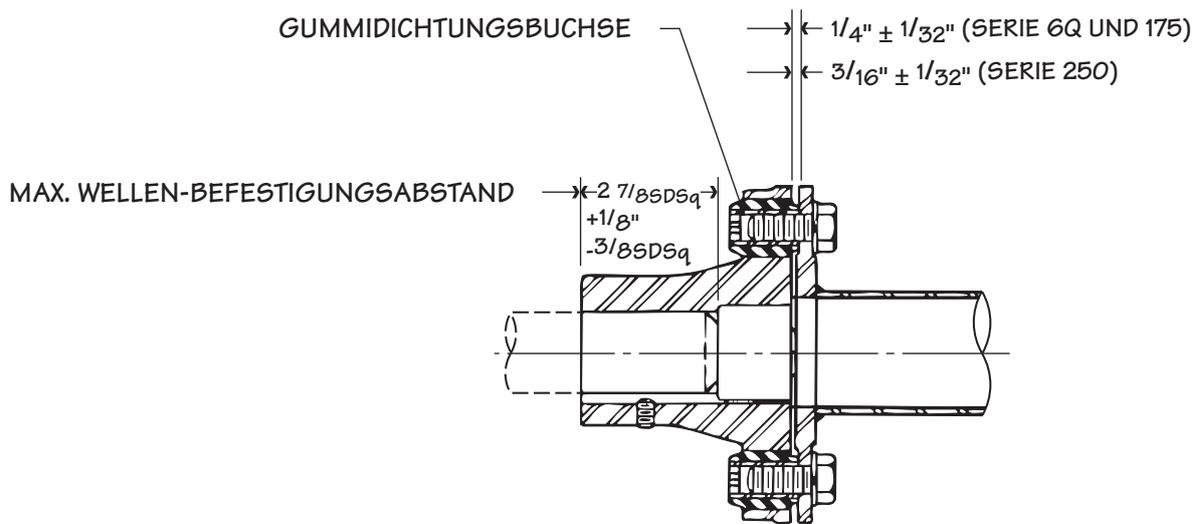

Bild 4 Serie 250
Beachten Sie die Montagepositions-Nummern auf den Antriebswellenflanschen und entfernen Sie die Bügel. Bestreichen Sie die Motorwelle und die Geareducer-Welle mit "Thred-Gard" (Crane Packing Co.) oder einem ähnlichen Schmiermittel. Positionieren Sie den Schlüssel teilweise in den Motor- und Geareducer-Wellen und installieren Sie dann die Bügel, wie in Bild 4 gezeigt. Verwenden Sie zur Vermeidung von Schäden einen Gummihammer oder einen Holzblock, wenn Sie auf die Bügel schlagen. Ziehen Sie jede Bügel-Stellschraube gegen den Schlüssel an.
Passen Sie die Passnummern auf den Rohr- und Bügelflansch-Baugruppen an den Geareducer-Bügel an, während Sie das Motorende der Rohr- und Flanschbaugruppe halten. Ziehen Sie sie progressiv mit einem Drehmoment von 82 Nm an. Schieben Sie den Motor bis der Motor-Bügel an der Rohr- und Flanschbaugruppe, ohne an den Buchsen zu drücken und zu ziehen, verschraubt werden kann. Bringen Sie die Montagepositionsnummern in Linie und verschrauben Sie den Motor-Bügel an der Rohr- und Flanschbaugruppe. Ziehen Sie sie progressiv mit einem Drehmoment von 82 Nm an. Der Abstand zwischen Rohr- und Bügelflansch sollte so ein, wie in Bild 4 gezeigt.
5. Überprüfen Sie die Ausrichtung an jedem Ende der Antriebswelle. Durch Drehen der Welle um 360° erkennen Sie an den Ablesewerten der Messuhr die Gesamtveränderung. Der angezeigte Gesamtwert darf .127mm nicht überschreiten. Bewegen Sie den Motor und/oder Geareducer vertikal durch Abstandsausgleich oder horizontal durch Verschieben auf der Auflage. Richten Sie die Antriebswelle aus, bis der Gesamt-Ablesewert an jedem Ende unter .127mm liegt. Ziehen Sie alle Befestigungsschrauben am Motor und Geareducer an und überprüfen sie nochmals die Ausrichtung. Lassen Sie einen Abstand zwischen Rohr- und Bügelfläche so wie in Bild 4 gezeigt.
8. Wenn der Motor zur Entfernung der Rohr- und Flanschbaugruppe zurückgeschoben wurde, repositionieren Sie den Motor und stellen Sie dabei sicher, dass der Flansch-Abstand eingehalten wird. Siehe Bild 4. Ziehen Sie die $\frac{5}{8}''$ Maschinenschrauben oder Kopfschrauben an zu $82 \text{ N} \cdot \text{m}$ Drehmoment. Benutzen Sie für die Antriebswellen-Serie 6Q und 175 einen Inbusschlüssel um die Drehung der Buchse im Sockel zu verhindern. Überprüfen Sie nochmals die Ausrichtung der Antriebswelle und ziehen Sie die Befestigungsschrauben des Motors fest.